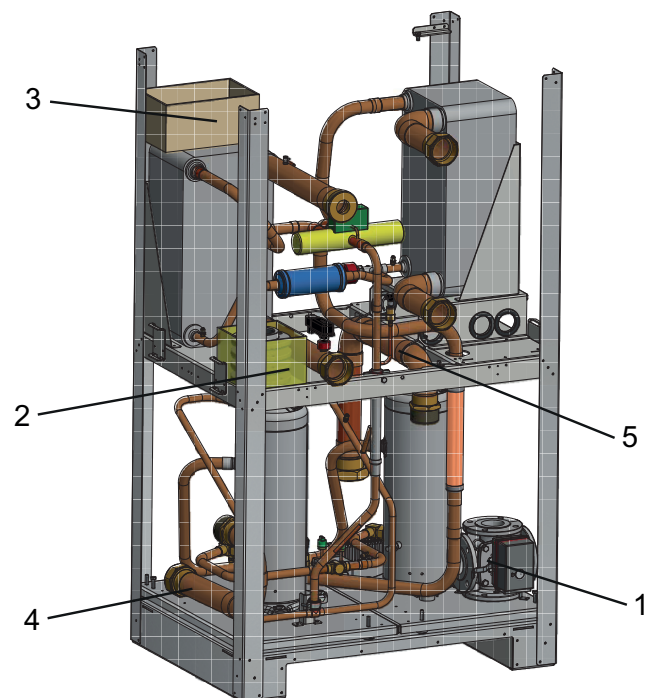
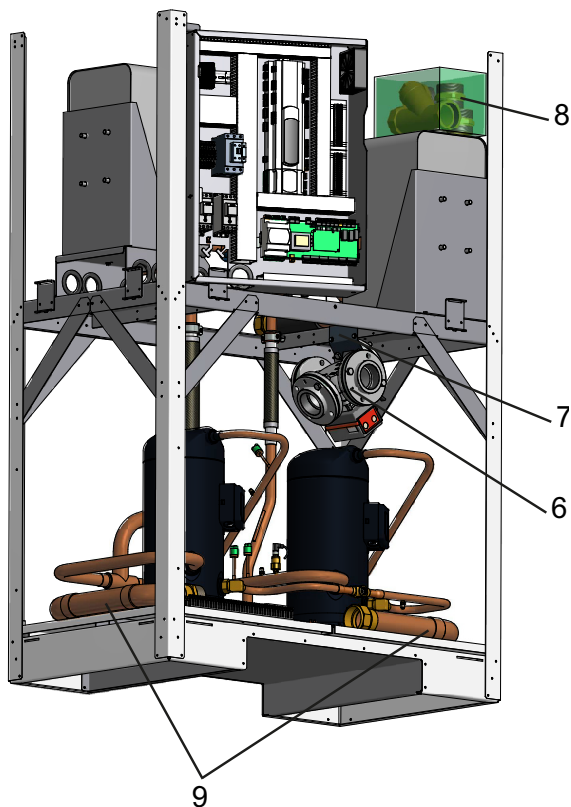
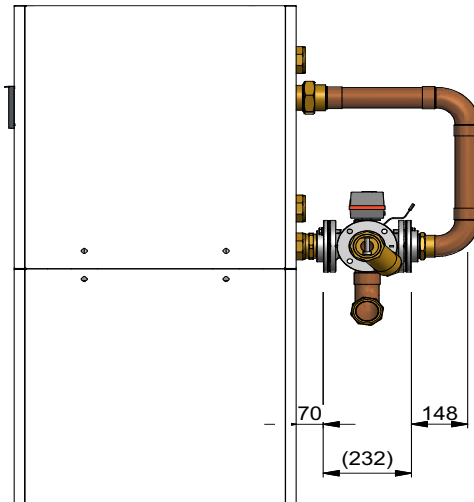

Abb. 7.1:
Abb. 7.2:
Abb. 7.3:
Das mit dem Stellmotor vormontierte hydraulische 4-Wege-Umschaltventil (1) ist mit 3 Befestigungswinkeln auf der Grundplatte fixiert. Die Befestigungswinkel sind zu entfernen, die unter dem 4-Wege-Umschaltventil platzierte Flanschdichtung ist zu verwenden (siehe Abb. 7.1 auf S. 6). Weitere Flanschdichtungen befinden sich zusammen mit den Gewindeflanschen im Gerätebeipack (2). Die Verbindungselemente sind zusammen mit dem Schmutzfilter im Beipackkarton (3) auf dem Plattenwärmetauscher abgelegt. Auf der Grundplatte ist eine vormontierte Rohbaugruppe (4) abgelegt und eine weitere Rohrbaugruppe (5) ist im oberen Bereich an einem Blechteil fixiert. Diese Rohrbaugruppen sind wie in Abb. 7.3 auf S. 7 gezeigt mit den Gewindeflanschen zu verbinden.
Das mit dem Stellmotor vormontierte hydraulische 4-Wege-Umschaltventil (6) ist mit seinen Gewindeflanschen an einem Transportblech (7) im Geräteinnenraum befestigt (siehe Abb. 7.2 auf S. 7). Nach der Demontage des hydraulischen 4-Wege-Umschaltventils aus dem Geräteinnraum ist das Transportblech (7) zu entfernen. Die Gewindeflansche des 4-Wege-Umschaltventils sind zu lösen. Die Verbindungselemente und Flanschdichtungen sind zusammen mit dem Schmutzfilter im Beipackkarton (8) auf dem Plattenwärmetauscher abgelegt. Auf der Grundplatte der Wärmepumpe sind zwei vormontierten Rohrbaugruppen (9) abgelegt. Diese Rohrbaugruppen sind wie in Abb. 7.3 auf S. 7 gezeigt mit den Gewindeflanschen zu verbinden.
Hierbei sind die in Abb. 7.3 auf S. 7 gezeigten Abstandsmaße durch den Eindichtvorgang zwischen Doppelnippel und Gewindeflansch an der Wärmepumpe einerseits und zwischen der Rohrbaugruppe „Heizwasser-Vorlauf“ und Gewindeflansch andererseits zu realisieren. Ist die erforderliche Einbauposition erreicht sind die Flansche mit den beiliegenden Dichtungen durch Schrauben, Scheiben und Federringen mit dem hydraulischen 4-Wege-Umschaltventil zu verbinden.